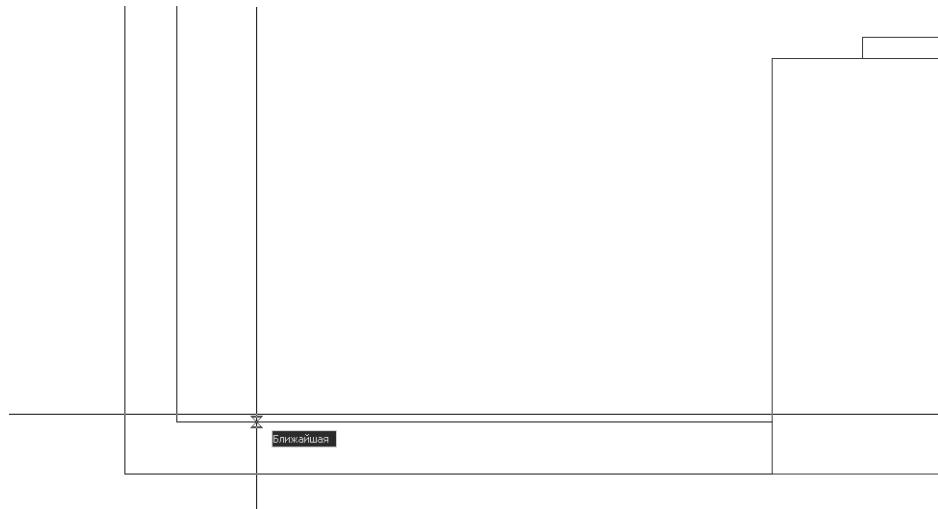

Рис. 7.20 ▼ Выбор первой точки линии с использованием режима привязки **Ближайшая** (Nearest)
4. Переместите указатель к верхней линии стены балкона. Как только указатель-перекрестье окажется возле линии, AutoCAD распознает точку, которая находится на этой линии как можно ближе к указателю, отметив ее значком, напоминающим песочные часы. Сместите указатель левее середины стены и, убедившись в наличии «песочных часов» (рис. 7.20), щелкните мышью. AutoCAD захватит координаты выбранной точки в качестве координат первой точки линии.